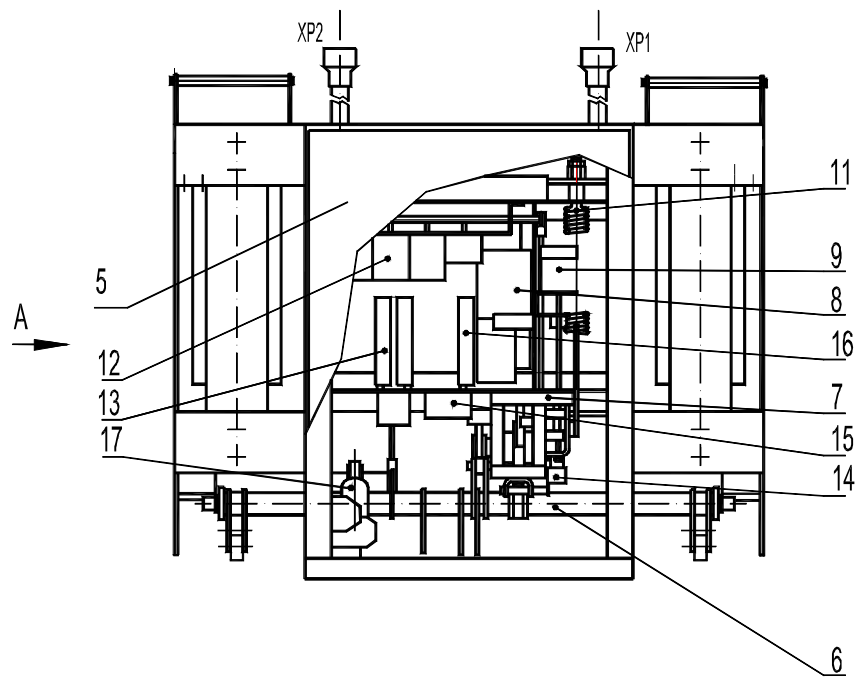

Рис.1
24. Общий вид выключателя. Габаритные, установочные и присоединительные размеры выключателя, мм	рис.1(а,б,в)
Общий вид выключателя показан: на рис.1(а,б,в). Выключатель состоит из следующих основных частей: рамы 1, полюсов 2 на опорных изоляторах 3, изоляционных тяг 4, крышки 5.
1.3.3.1. С работой выключателя и привода можно познакомиться по рис.1(а,б,в), 2,3,4,5.
Рис.1а
Рис.1б
Рис.1в